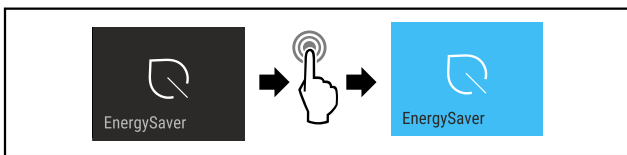

Fig. 14
- ▶ Изпълнете стъпките (виж Fig. 14) .